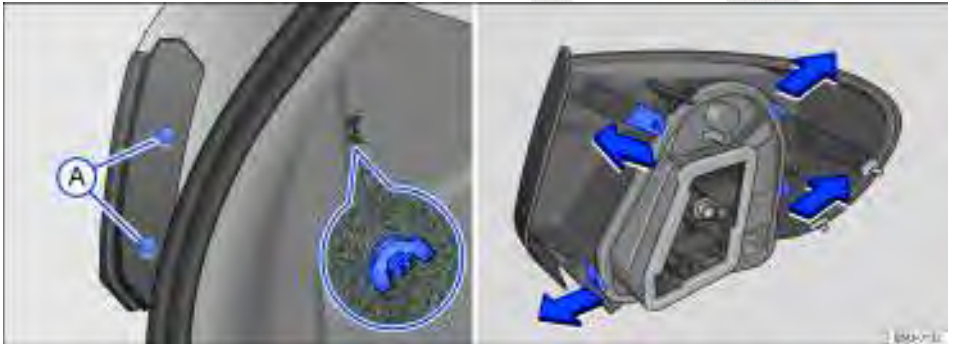

Fig. 187 Na carroceria: remover a lanterna traseira e suporte das lâmpadas.
3. Remover os parafusos de fixação ⇒ Fig. 187 (A).
4. Soltar o parafuso borboleta ⇒ Fig. 187 (lupa) e retirá-lo, segurando, ao mesmo tempo a lanterna traseira.
5. Puxar cuidadosamente a lanterna para fora, para desencaixá-la da carroceria ⇒ ①.
8. Para destravar o suporte das lâmpadas, pressionar cada lingueta de travamento no sentido das setas ⇒ Fig. 187.